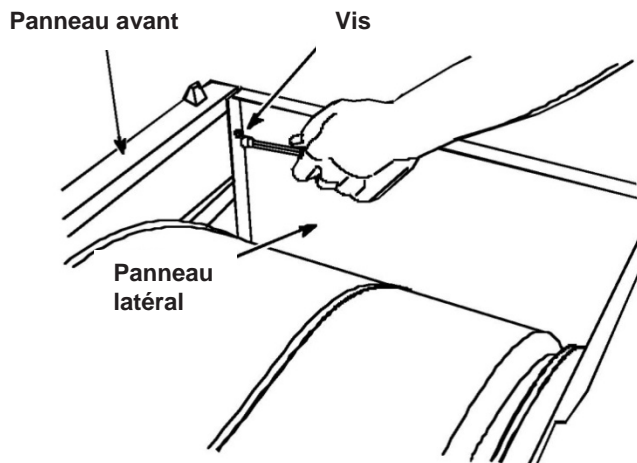

FIGURE 1
5. Retirer le tamis à charpie. Retirer les deux (2) vis à côté du tamis à charpie.
- Retirer les deux (2) vis intérieures en haut des rebords du panneau avant. Avec des gants, dégager le panneau avant en le levant hors de ses attaches inférieures (l'avant du tambour s'affaisse légèrement). Mettre le panneau avant de côté. Voir *Figure 1*.